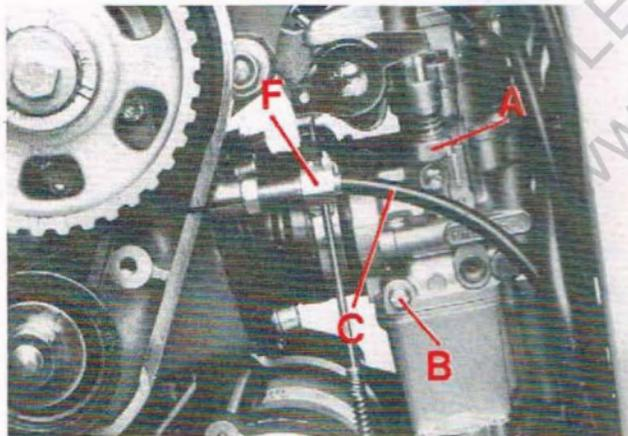

Fig. 21
- la guaina C (Fig. 21) non deve avere gioco nel suo alloggiamento. Per la regolazione, agire sul registro F.
Tale regolazione va effettuata con temperatura a regime agendo sulle viti (A) di posizione valvola e (B) di registro miscela (Fig. 21). È consigliabile che tale operazione, di norma non necessaria, sia eseguita da personale esperto presso un Concessionario GILERA. Minimo consigliato: 1200÷1500 giri/min.